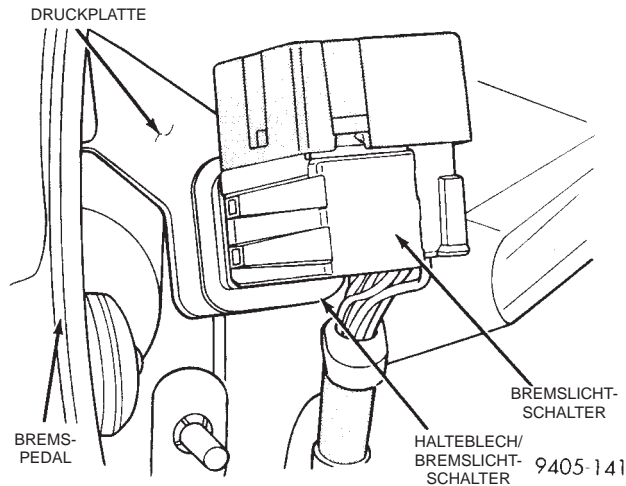

Abb. 168 Lage des Bremslichtschalters
**ACHTUNG!** Beim Zurückziehen des Bremspedals zum Einstellen des Bremslichtschalters nicht zuviel Kraft ausüben, um den Unterdruck-Bremskraftverstärker, den Schalter oder die Druckplatte (Abb. 168) nicht zu beschädigen.
(5) Den Kabelbaum-Steckverbinder am Bremslichtschalter anschließen.
(6) Das Bremspedal vorsichtig bis zum Anschlag zurückziehen; dabei rastet der Schalterstößel (Abb. 168) in der richtigen Stellung ein.